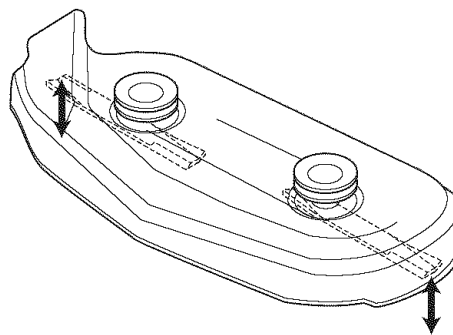

Figura 36. Orientar las Aspas de un Lado a Otro
4. Ajuste la altura de corte a posición media. Coloque las cuchillas de la podadora de modo que apunten de un lado a otro (Figura 36).